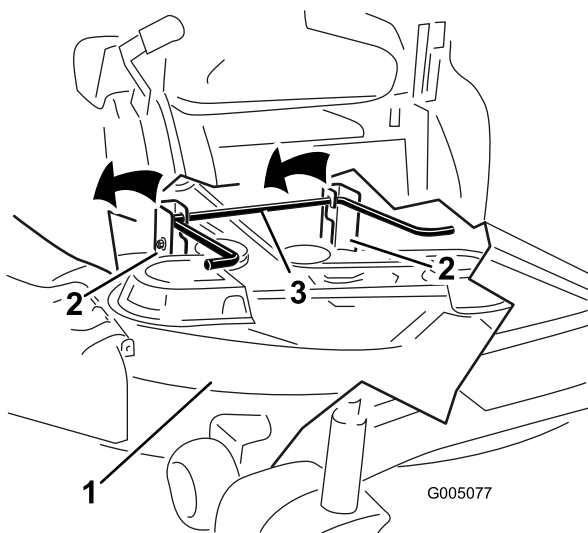

Bild 75
7. Heben Sie das Mähwerk und die Hängeprofile über die hintere Hubstange und senken Sie das Mähwerk vorsichtig auf den Boden ab (Bild 75).
5. Heben Sie das Heck des Mähwerks an und führen Sie die Hängeprofile über die hintere Hubstange (Bild 75).